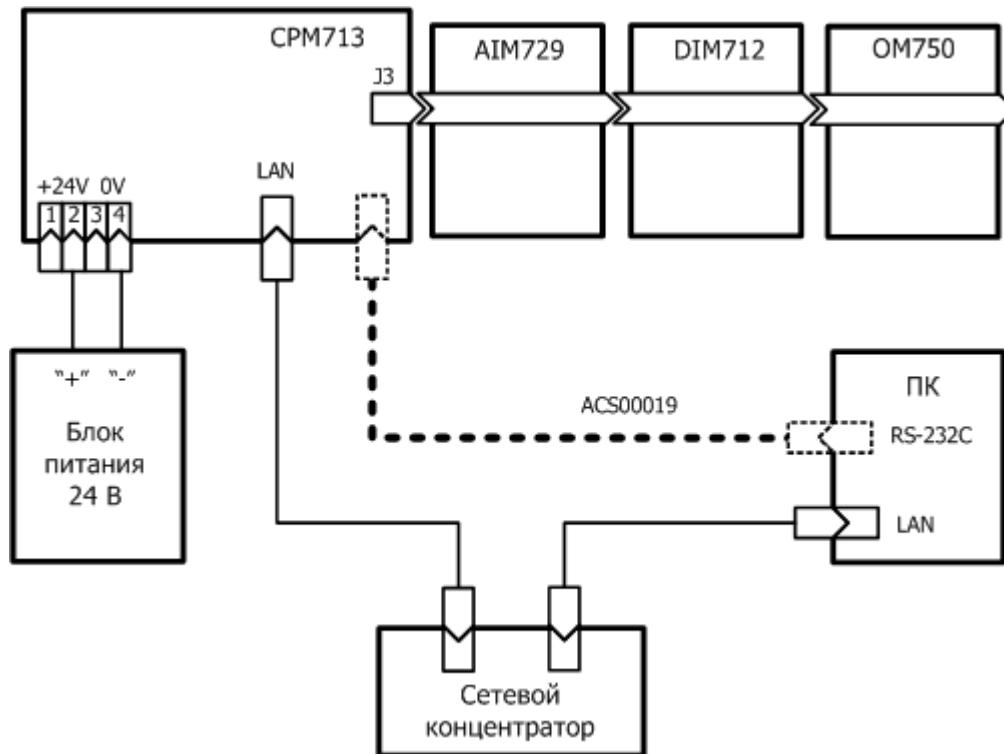

Рис. 1. Схема соединений контроллера для реализации учебного проекта
Схема соединений контроллера, для которого будет создаваться учебный проект, представлена на рис. 1. При использовании контроллера, отличного от CPM713, сетевой концентратор Ethernet должен быть заменен на адаптер соответствующей сети.
1. Выполните соединения в соответствии с рис. 1. Перед присоединением вилки MiniUSB кабеля ACS00019 к порту консоли контроллера узла при помощи отвертки осторожно извлеките пластмассовую крышку, закрывающую порт консоли.